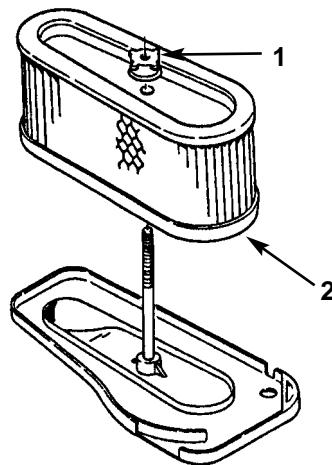

Fig. 29
5. Svitate il dado di gomma e togliete il filtro di carta (Fig. 29).
- 2. Inserite il filtro dell'aria al completo sull'asta lunga. Ora avvitate con le dita il dado di gomma contro il filtro dell'aria (Fig. 29).